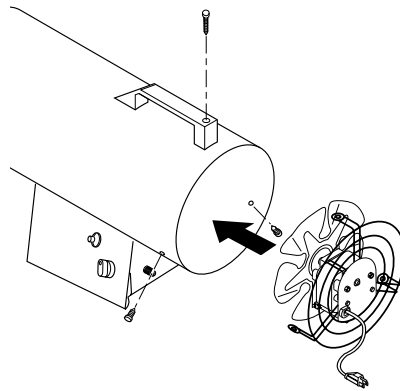

Figure 16 - Remise en place du moteur et de la grille du ventilateur
9. Mettre le moteur et la grille de protection du ventilateur en place dans l'arrière du corps de l'appareil. Vérifier que le cordon d'alimentation est placé correctement (voir la figure 16).